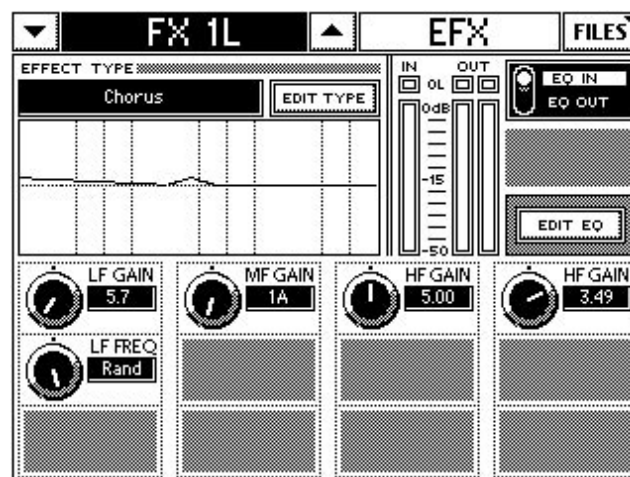

Figure 2-10 Pages Internal Effects (haut) et Chorus (bas)
4. Appuyez sur la touche QuickMix **EFX**. La page INTERNAL EFX apparaît alors sur l'écran tactile (haut de la Figure 2-10).
5. Sélectionnez la touche **Edit** du Chorus pour modifier les paramètres sur une page séparée (bas de la Figure 2-10).